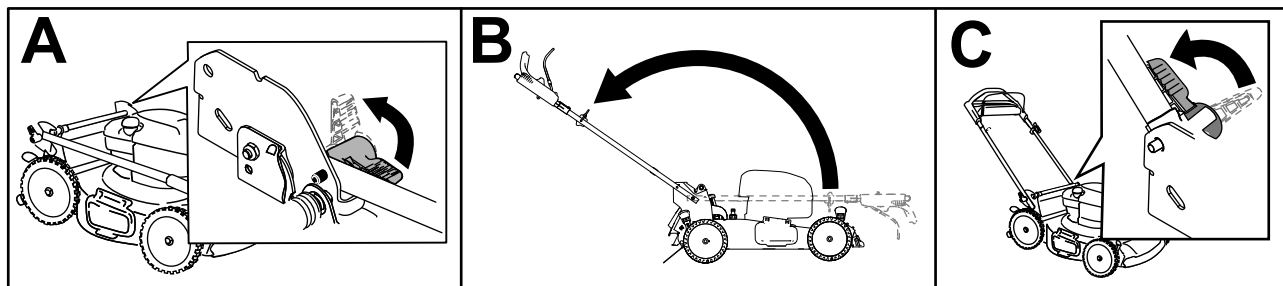

Figure 3
1. Déverrouillez le guidon (A de Figure 3).
2. Ramenez le guidon en arrière à la position d'utilisation (B de Figure 3).
3. Tournez le verrou du guidon jusqu'à ce que la goupille s'enclenche en place et verrouille le guidon à la position d'utilisation (C de Figure 3).